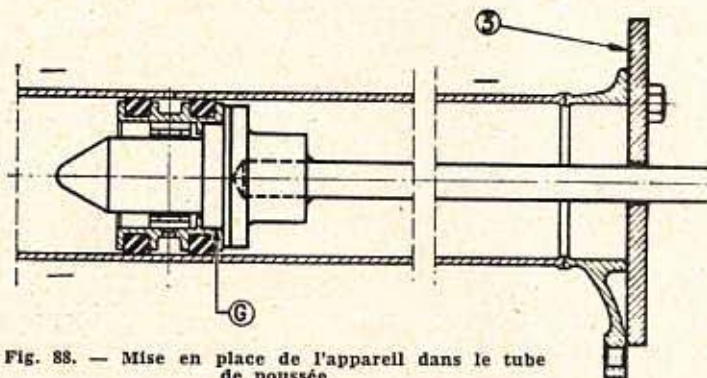

Fig. 88. — Mise en place de l'appareil dans le tube de poussée
- Introduire dans le roulement le « nez » de l'appareil à inertie muni de l'entretoise G et boulonner la plaque (3) sur le tube de poussée (fig. 88).